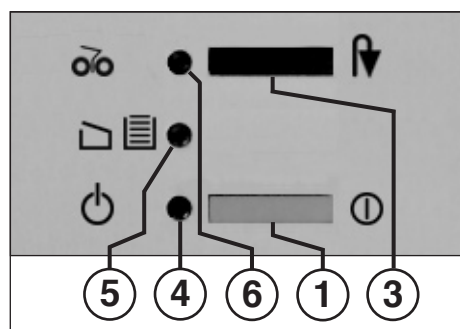

fig. 1
„marche arrière“ (fig. 1)
„prêt à fonctionner“ (fig. 1)
5 = Voyant de contrôle (fig. 1)
6 = Voyant de contrôle „bourrage“ (fig. 1)
- Appuyer sur l'interrupteur à poussoir (1) (fig. 1) de la machine. Le voyant de contrôle (4) (fig. 1) s'allume.
Si le sac de réception est plein, la machine s'arrête automatiquement. Le voyant de contrôle (5) (fig. 1) s'allume. Vider alors le sac de réception comme suit:
- Remplacer le cadre avec le sac de réception et fermer la porte. Le voyant de contrôle (5) (fig. 1) s'éteint.